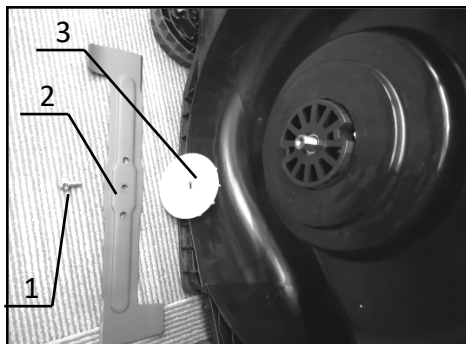

Рисунок 15. Видгляд газонокосарки з демонтованим ножем.
4. Відкрутити та зняти болт (1, рис. 15), демонтувати ніж (2, рис. 15) та решітку (3, рис. 15) у відповідному порядку.